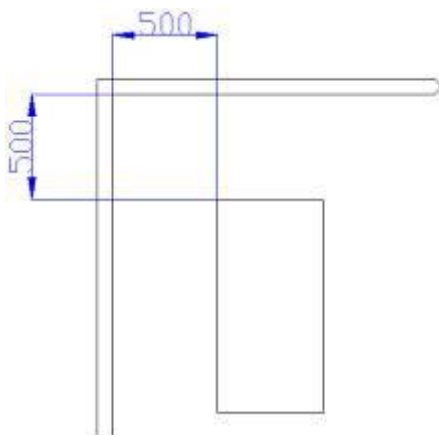

ABB.3
- Halten Sie den Mindestabstand zu den Wänden ein, wie in ABB.3 dargestellt, um den notwendigen Platz für die Arbeits-, Reinigungs- und Wartungsarbeiten zu haben.